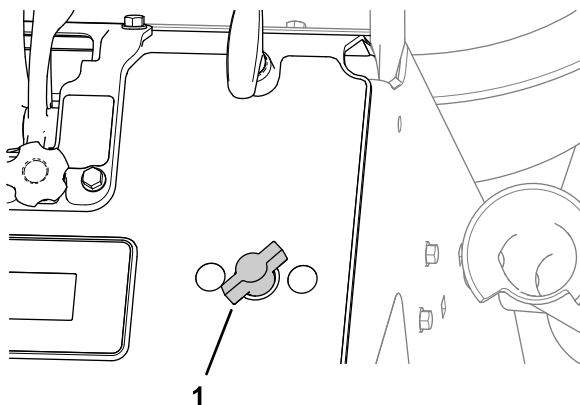

図 60
- スティック水圧コントロールを左に回すと水圧が上がる 図 60。
- スティック水圧コントロールを右に回すと水圧が下がる 図 60。
- スティック水圧をゼロにするには、バルブが閉じるまでコントロールを右に回す 図 60。
6. 水圧コントロールを右一杯に回して OFF 位置にする 図 60。